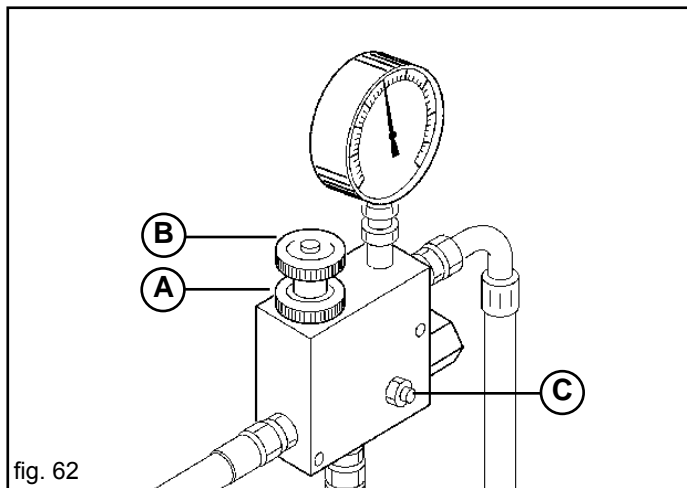

fig. 62
Sólo cuando el aceite alcanza una temperatura ideal y la velocidad sea estable, es posible regular la presión. Si el equipo se usa con diferentes tractores y, por consiguiente, con diferentes distribuidores y aceites, hay que repetir el procedimiento de regulación para cada tractor. En los tractores con bomba de caudal variable (circuito hidráulico cerrado), equipados con regulador del caudal de aceite, hay que abrir por completo el regulador de tres vías (B Fig. 62) y, comenzando con poco caudal de aceite, abrir gradualmente el regulador interior del circuito del tractor hasta alcanzar la presión deseada, indicada por el manómetro (C Fig. 61).
Se es necesario aumentar incrementar el número de revoluciones de la toma para la distribución de semillas mayor, moviendo con prudencia y atención como sigue (Fig. 62):
- a) afloje la rosca de bloqueo (A Fig. 62);
- b) girar en sentido horario o antihorario el pomo (B) para disminuir o aumentar la presión y variando el número de revoluciones de la toma.
Está prohibido variar la posición del tornillo sin cabeza (C Fig. 62), puede causar daños al sistema hidráulico con ruptura del motor, la bomba y del soplador.